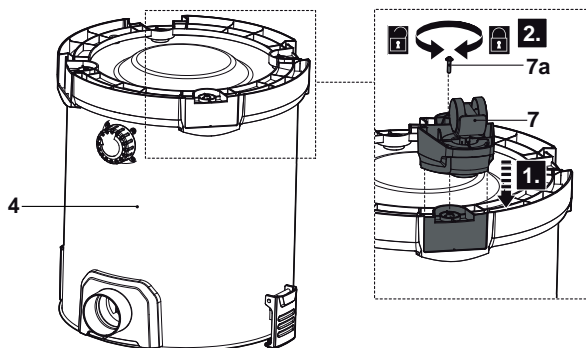

Fig. 2
- > Coloque o depósito (4) ao contrário numa superfície nivelada e estável.
- > Alinhe e deslize as rodas (7) para os suportes. Segure a ligação com os parafusos (7a) utilizando uma chave de fendas adequada (Fig. 2).